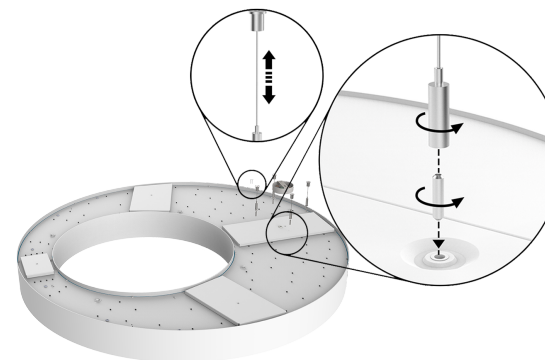

Рисунок 1
2. В резьбовые отверстия светильника установить Винт установочный М5х20 (входит в комплект), см. Рисунок 1;